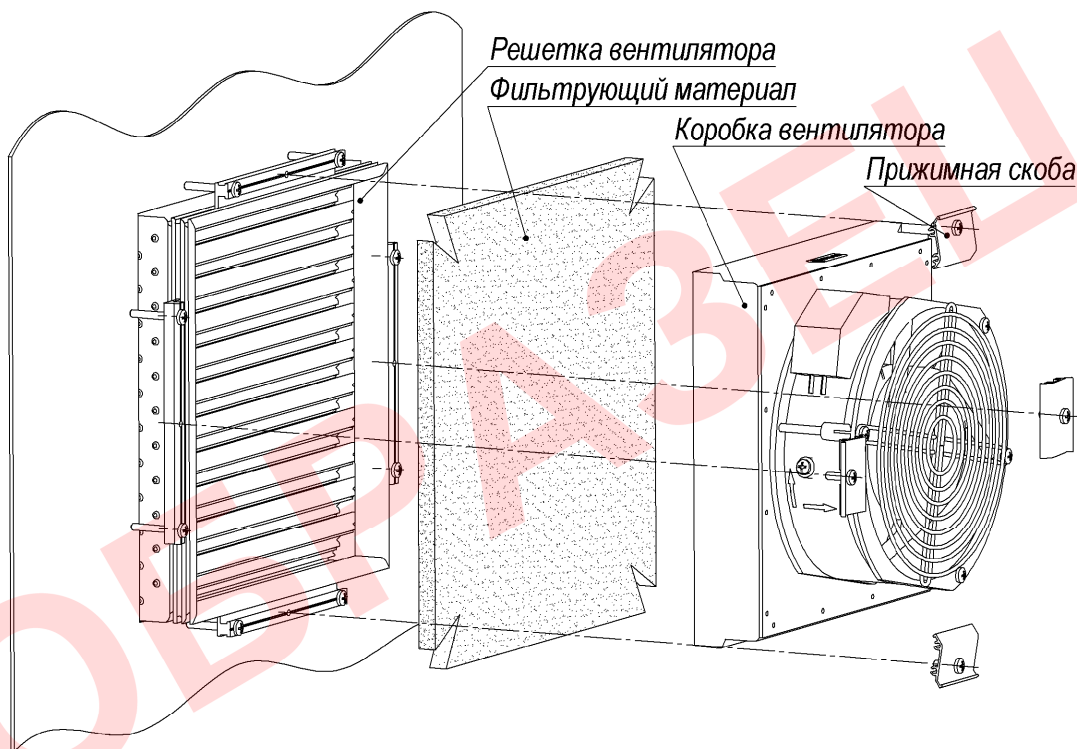

Рисунок 3 – Замена фильтрующего материала
2. На зимний период при достижении температуры окружающей среды  $0 \pm 5$  °С, в коробку вентилятора (рисунок 3) установить зимнюю заглушку, входящую в комплект поставки.
Для замены фильтрующего материала (рисунок 3) необходимо: